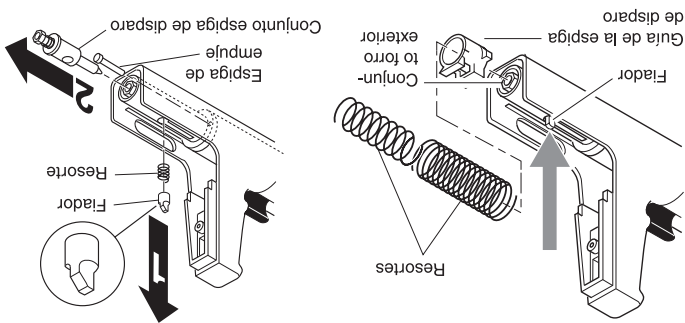

Figura 8 - Retiro de los resortes y empuje del fiador para retirar la guía de la espiga de disparo
1. Retire los dos resortes del conjunto forro exterior (vea la Figura 8).
2. Empuje hacia adentro el fiador y hale hacia fuera la guía de la espiga de disparo (vea la Figura 8). Alinee el fiador con el extremo de la ranura. Retire el resorte y el fiador. Retire el conjunto espiga de disparo. Retire la espiga de empuje (vea la Figura 9).